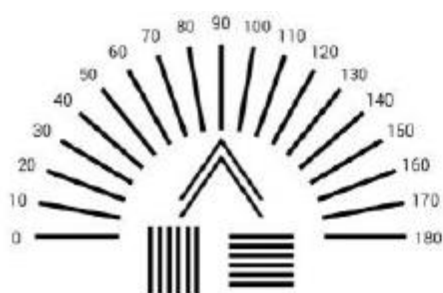

Рисунок 11
- Рисунок 11 показує що буде, коли ви натиснете кнопку діалогу астигматизму двічі.
- Рис. 11 є нормальною тестовою діаграмою астигматизму, крім цього вона може бути використана як додаткова тестова діаграма.
- Натисніть кнопку Mask_Up, щоб відобразити діаграму від 0 до 180 градусів за годинниковою стрілкою з інтервалом 10 градусів, а для відображення проти годинникової стрілки натисніть кнопку Mask_Down. (рис. 11)